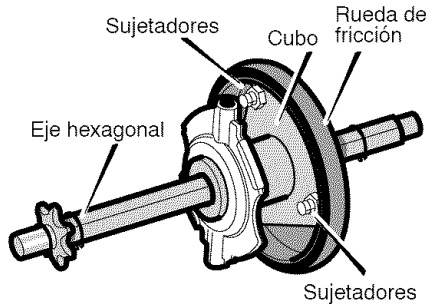

Figura 98
11. Quite los tres **sujetadores** que retienen la **rueda de fricción** en el **cubo** (Figura 98).